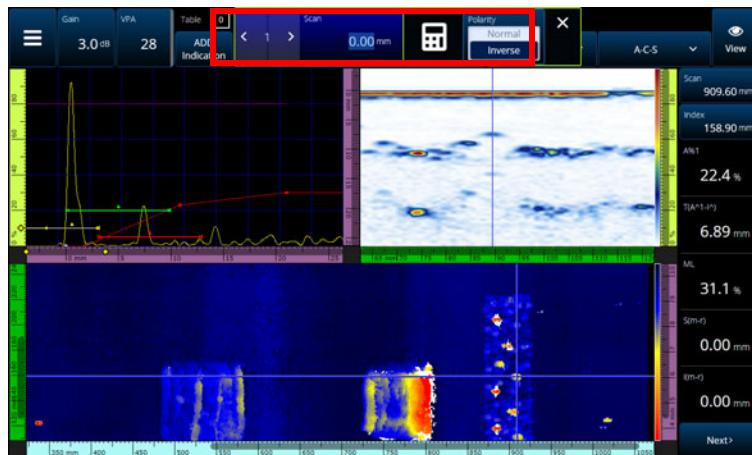

図 2-59 数値キーパッドで数値を入力して特定の位置ヘジャンプ
- Scan (スキャン) または Index (インデックス) コントロールを押します。メニューが開きます。数値キーパッドを使用して新しい値を入力するか、エンコーダーの極性を反転させることができます（119ページの図 2-59）。